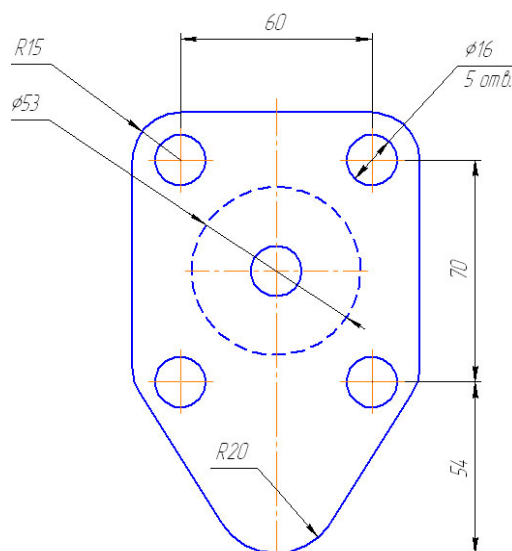

Рис.3.7. Креслення деталі
**Завдання:** викреслити деталь, зображену на рис.3.7.
1. Відкривають креслення зроблене на минулій роботі (рис.3.7).